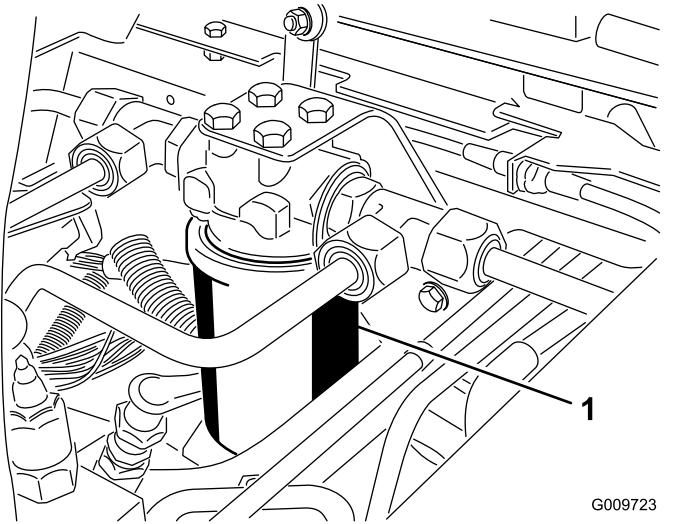
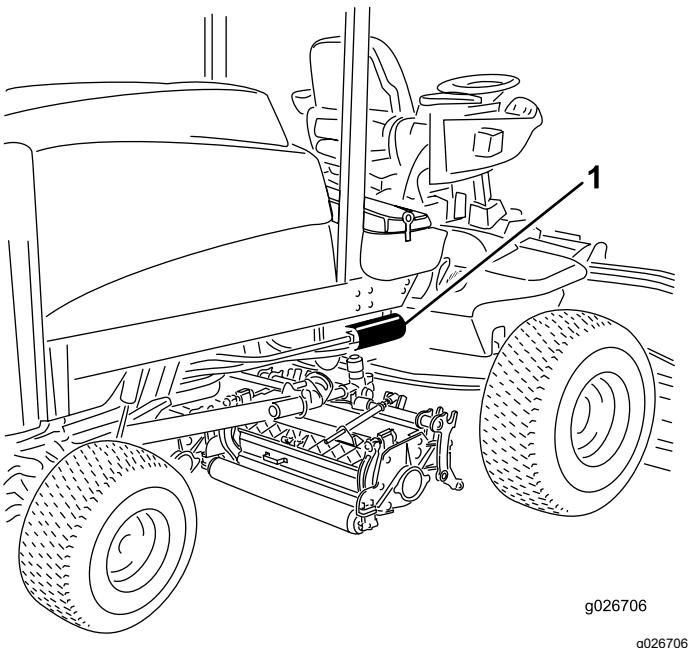

Bild 97
Bild 98
2. Reinigen Sie den Anbaubereich des Filters. Stellen Sie ein Auffanggefäß unter den Filter (Bild 97 und Bild 98) und entfernen diesen.